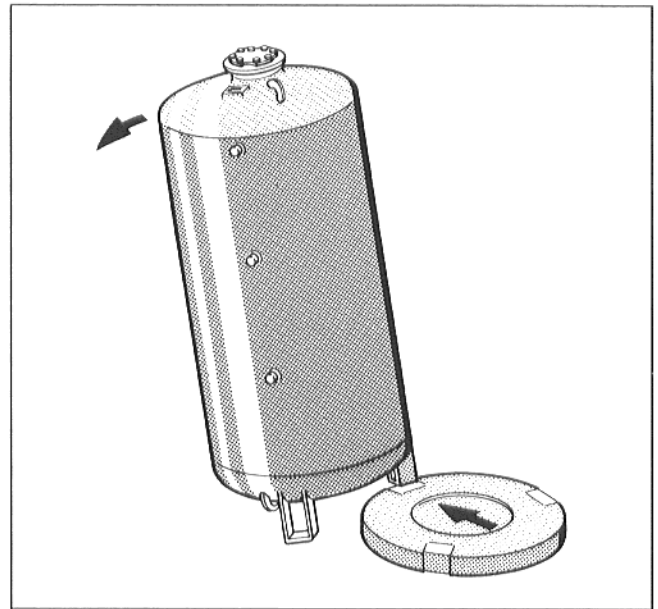

Abb. 5
- Speicherbehälter leicht ankippen und Bodenwärmeschutzscheibe unterschieben (Abb. 5).